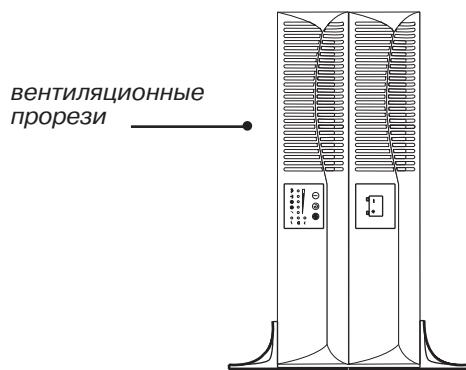

Рисунок 8. Подставки на двух модулях
8. Аккуратно поставьте модули вертикально вентиляционными прорезями вверх (см. рис. 8 или 9).